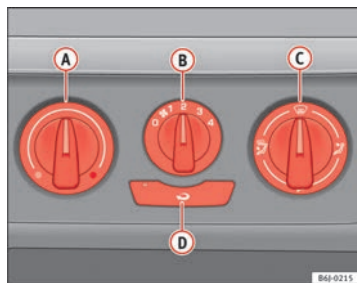

Fig. 91 Sulla plancia portastrumenti: i comandi del riscaldamento
- I comandi **A** e **C** e la manopola **B** ⇒ fig. 91 servono a regolare la temperatura, ad indirizzare il flusso d'aria e a selezionare il livello di potenza del ventilatore.